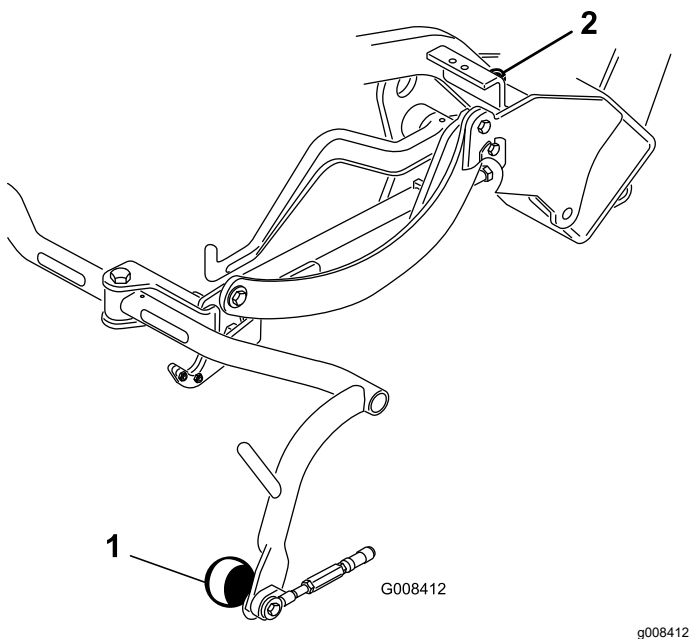

Figura 6
4. Dacă trebuie să reglăm distanța, slăbiți contrapiula de pe urubul de limitare a cadrului de susinere (Figura 6) și rotiți urubul în sus sau în jos pentru a ridica sau coborî cadrul de susinere. Strângeți contrapiula pentru a fixa reglajul.